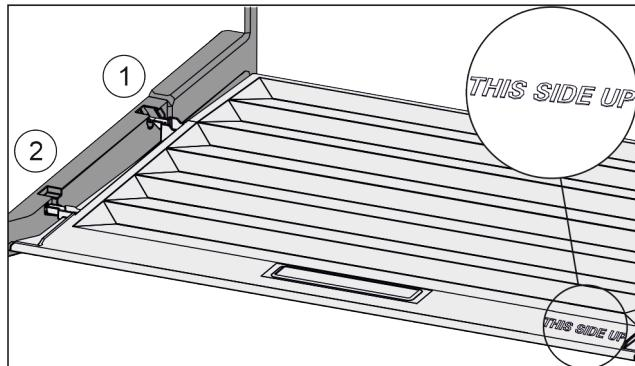

Fig. 109
- Introduceți nervura capacului prin orificiul suportului posterior Fig. 109 (1) și înclinchetați-l în față în suport Fig. 109 (2).